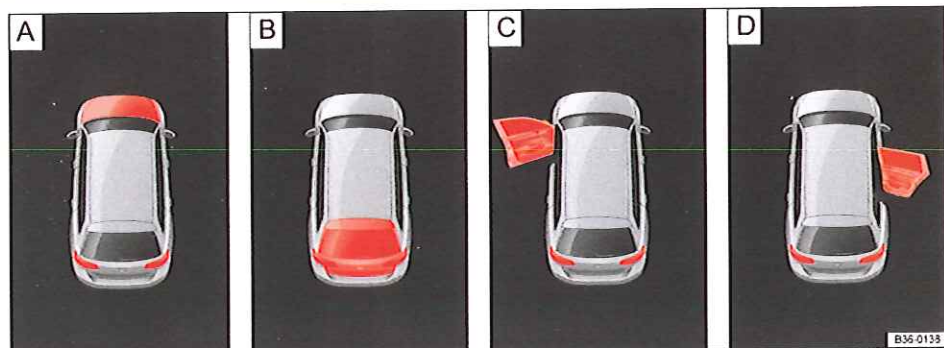

Fig. 18 Sur l'afficheur du combiné d'instruments : indications sur l'état du capot-moteur, du capot arrière et des portes
Indication d'état → fig. 18 :
- Capot-moteur, capot arrière et portes ouverts → fig. 18